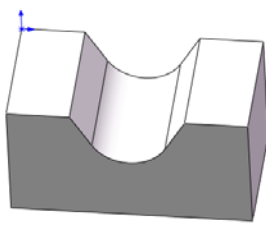

图 3-93 圆角后的图形
【例 3-11】以绘制如图 3-93 所示图形为实例说明面圆角的操作步骤。
**07** 确认圆角特征。单击“圆角”属性管理器中的“确定”图标按钮，结果如图 3-93 所示。